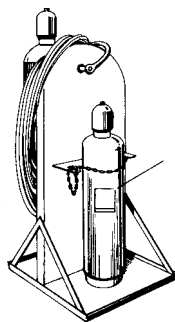

Figure 20.13
- Ne levez pas les bouteilles à l'aide d'élingues ou d'aimants. Utilisez un chariot ou un diable adapté aux bouteilles (figure 20.13)